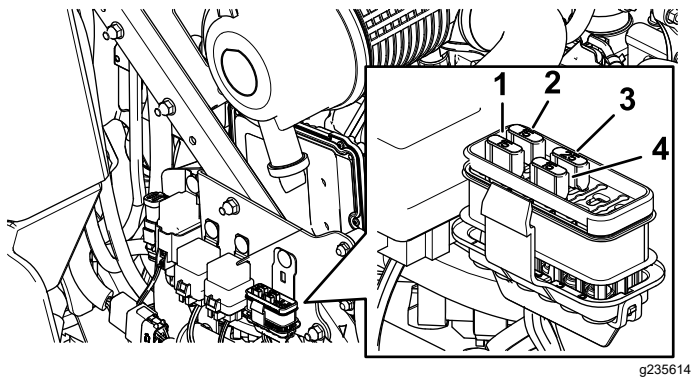

**Figura 50**
3. Instale un fusible nuevo (Figura 50).